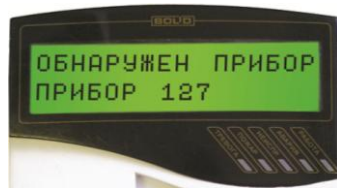

Рисунок 4
3.5.7 В течение 1 мин после включения питания пульт должен показать сообщение об обнаружении устройства с сетевым адресом, соответствующим текущему адресу блока (заводской адрес блока 127). На рис. 4 представлен дисплей пульта С2000М с соответствующим сообщением.